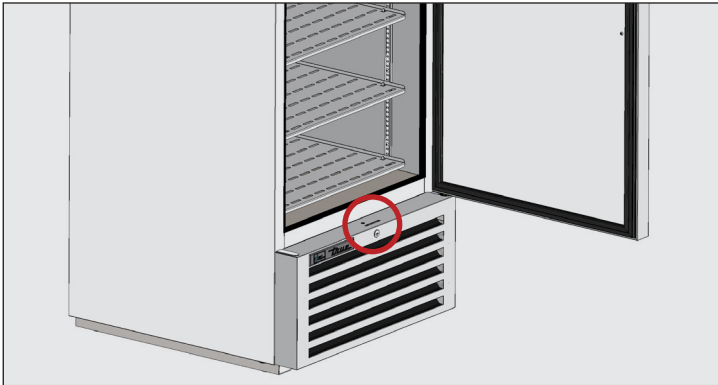

Fig. 1. Puerta batiente: Ubicación de los tornillos de la rejilla frontal.
2. Retire la rejilla frontal. Véase la fig. 1 - 4.